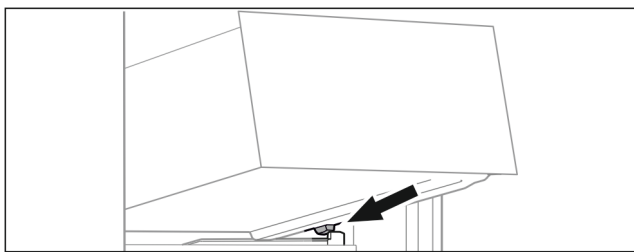

Fig. 63
- ▶ Predal postavite v poševnem položaju za zaustavljalniki na nastavek za posodo. (glejte Fig. 63)